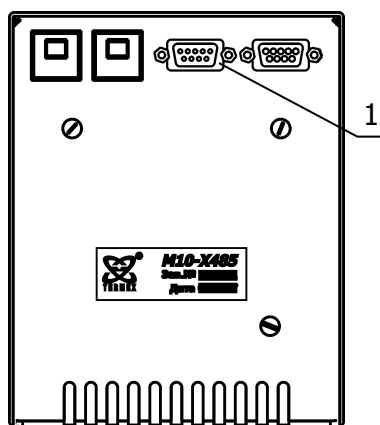
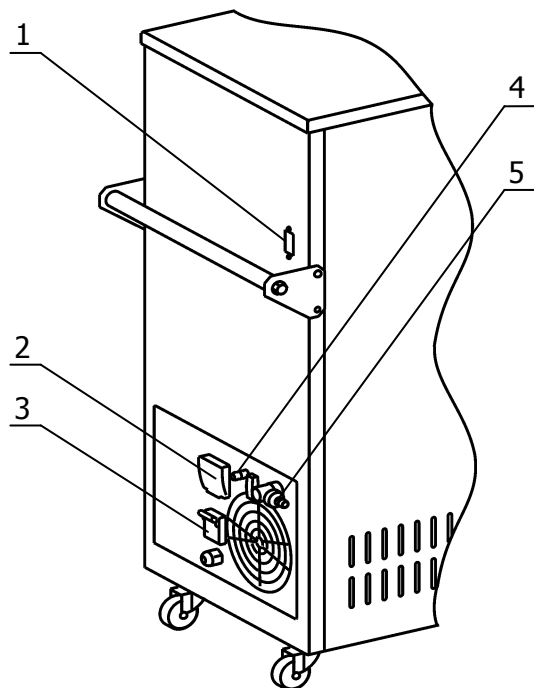

Рисунок 4 — Задняя панель блока регулирования температуры
Рисунок 5 — Боковая панель корпуса термостата
2.2.4 Установить под выходным патрубком 4 (рисунок 5) емкость объемом не менее 1.5 л для сбора излишков теплоносителя. Заполнить термостат теплоносителем (1.2.6) через верх рабочей ванны. Жидкость следует наливать в ванну термостата до момента начала ее слива из выходного патрубка. В дальнейшем по мере охлаждения до  $-60^{\circ}\text{C}$  доливать теплоноситель не нужно.
2.2.6 Вставить вилку шнура электропитания блока регулирования в розетку 2 (рисунок 5). Соединить кабелем из комплекта поставки блок регулирования (разъем 1, рисунок 4) и холодильную машину (разъем 1, рисунок 5). Шнур электропитания термостата подключить к сети напряжением 220 В, при этом автоматический выключатель 3 (рисунок 5) должен быть выключен.
2.2.7 Автоматический выключатель 3 перевести в положение включено (рисунок 5)
2.2.8 При проведении работ по очистке термостата, слить теплоноситель через сливной кран 5 (рисунок 5).